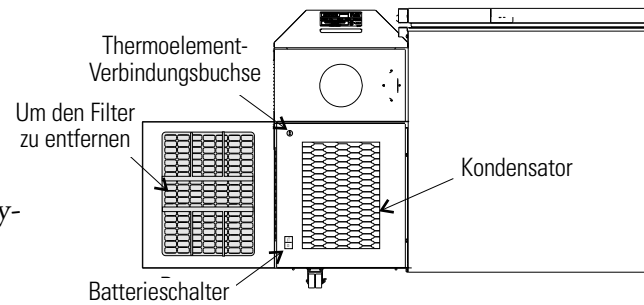

Abb. 5-1. Anordnung der Batterie und des Batterieschalters
3. Batterieschalter ausschalten (O). Siehe Abb. 5-1 und 5-2.
2. Batterieschalter montieren (Abb. 5-1). Hauptschalter in die Position AUS (O) stellen.
4. Die drei Muttern, die die Batteriehalterung fixieren, entfernen. Siehe Abb. 5-1.
Alle Modelle außer 3 cu ft (Abbildung 5-1):